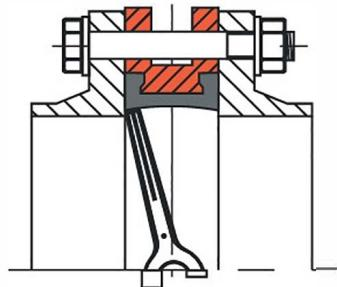

Рис. 1 (неправильно)
- 1) Использование фланцев с внутренним диаметром меньше номинального диаметра заслонки может привести к блокировке диска, что в свою очередь вызовет серьезное повреждение диска поворотного затвора (рис. 1).